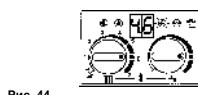

Рис. 44
- После освобождения, сервиславиша высвечивает в течение 5 секунд, напр., "4.6.", после этого "00." или "01." и клавиша светится, рис. 44.